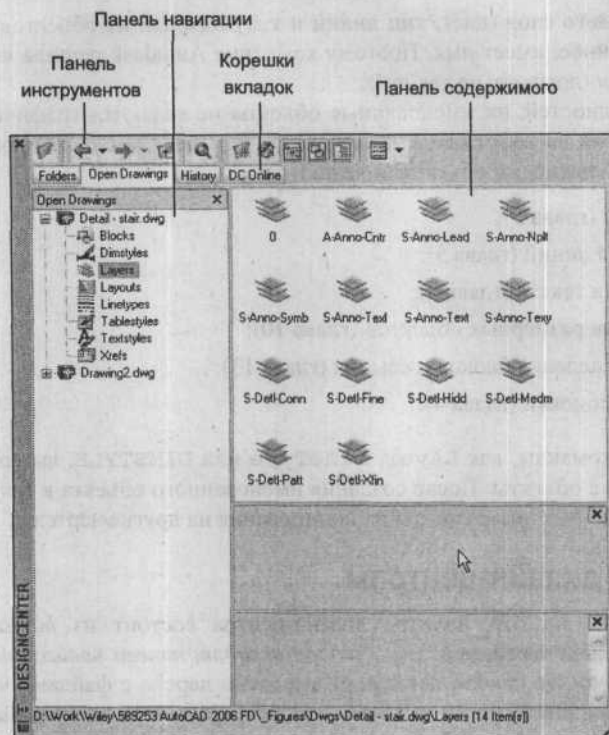

Рис. 5.9. Палитра дизайн-центра
Как показано на рис. 5.9, палитра дизайн-центра состоит из *панели инструментов* (расположена в верхней части палитры), *набора вкладок*, *панели навигации* (слева) и *панели содержимого* (справа). На панели навигации выведено дерево с файлами чертежей и таблицами сущностей, принадлежащими каждому чертежу. На панели содержимого обычно выводится то, что находится на чертеже или в таблице сущностей.
5. Если дизайн-центр не выводит таблицы сущностей с отступом относительно имени чертежа (открытого на шаге 2), как показано на рис. 5.9, то для их вывода щелкните на знаке “плюс” рядом с именем чертежа.